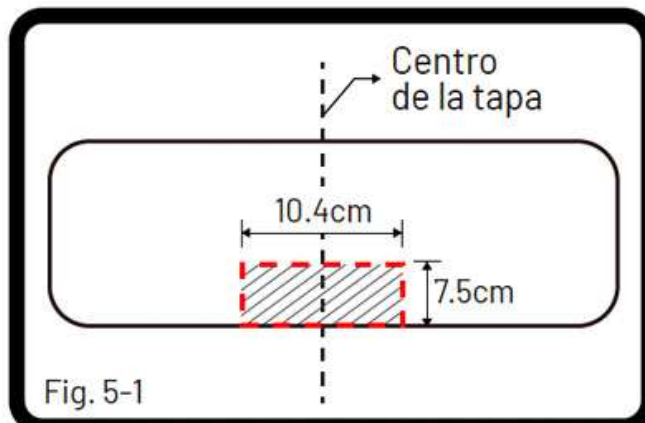

Fig. 5-1
**5.** Realice un corte a la tapa central de 7.5cm x 10.4cm (Fig. 5-1)